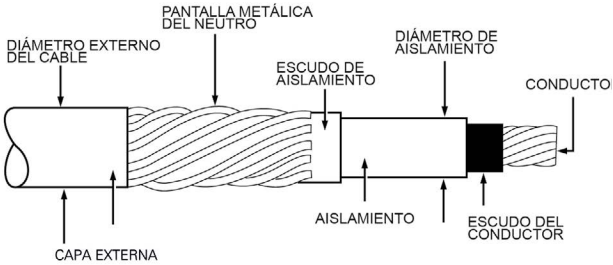

Figura 3. La ilustración muestra la construcción típica de un cable subterráneo de media tensión.
PASO 1: Determine el diámetro de aislamiento exterior del cable como se muestra en la figura 3 (incluyendo tolerancias) del fabricante del cable. Después identifique el valor del cable de la tabla 3 que cubra los diámetros de aislamiento mínimo y máximo. Seleccione el CODIGO DEL CABLE de la última columna a la derecha.